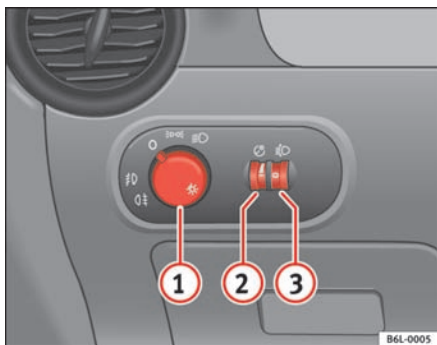

Fig. 55 Udsnit af instrumentpanelet: kontakt til lys, tågeforlygter og tågebaglygte
- Drej lyskontakten  $\Rightarrow$  fig. 55 til position  $\Rightarrow$ .